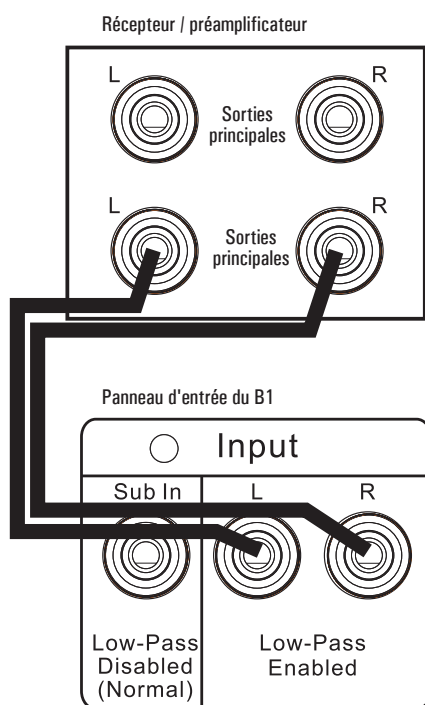

Figure 10 : Connexion aux sorties principales
1. Branchez un câble de liaison RCA entre la sortie principale gauche du récepteur/pré-amplificateur et le connecteur L (left, gauche) Low-Pass Enabled du panneau arrière du B1, comme représenté dans la figure 10.